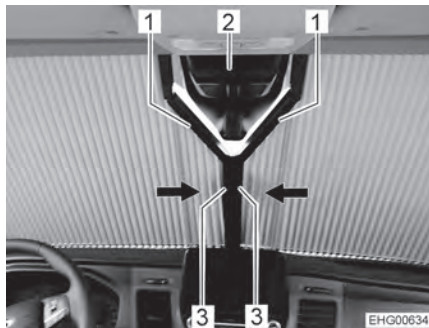

Bild 27 Vindruta med fällbara skjutgardiner
- Dra handtaget (Bild 27,3) på de båda fällbara skjutgardinerna på vindrutan mot mitten (upp till stopp). Magnetiska lås håller de fällbara skjutgardinerna stängda.
- Använd handtaget (Bild 27,3) för att skjuta de båda fällbara skjutgardinerna på vindrutan utåt tills listen (Bild 27,1) hakar helt i sin hållare.
Vindrutans mörkläggningsgardin har ett Y-format urtag för fordonets regnsensor (Bild 27,2).